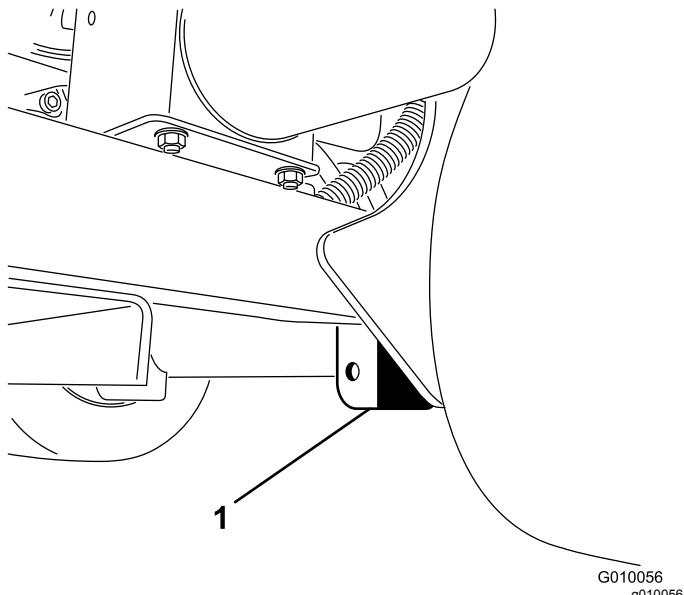

Figura 39
3. Coloque el gato firmemente debajo de la placa del bastidor, justo por dentro de la rueda trasera (Figura 39).